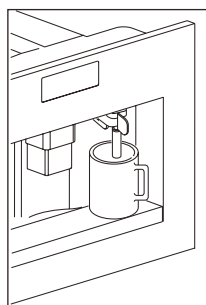

Fig. 12
- Placer un récipient sous le bec à eau (Fig. 12).